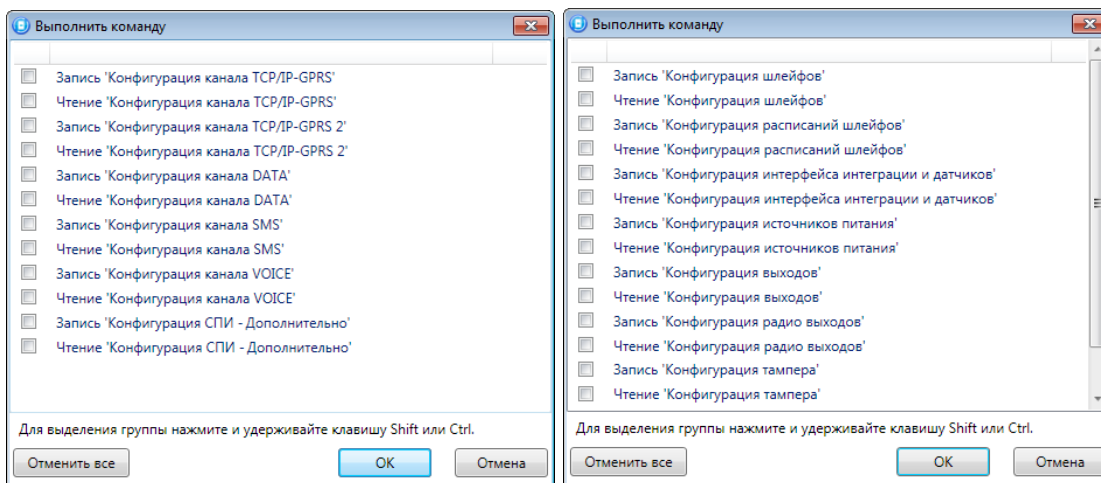

Рисунок 4.52 — Окно *Выполнить команду* (а — конфигурация ПОО, б — конфигурация ППК)
- *Выполнить команду:* открытие окна *Выполнить команду* (см. рисунок 4.52), с помощью которого могут быть записаны или считаны отдельные группы параметров (актуально при медленной скорости передачи данных или тарификации по объему передачи данных).